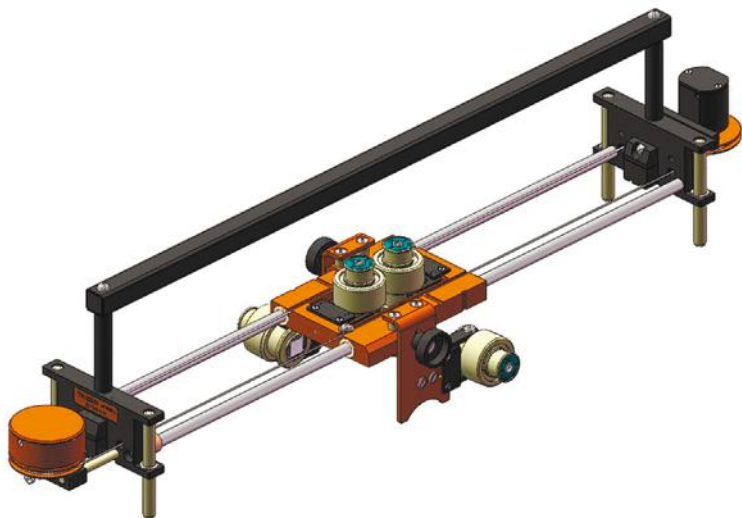

Рисунок 1- Сканирующее устройство «Тандем»
1.2. Общий вид устройства «Тандем» представляет **Рисунок 1**.